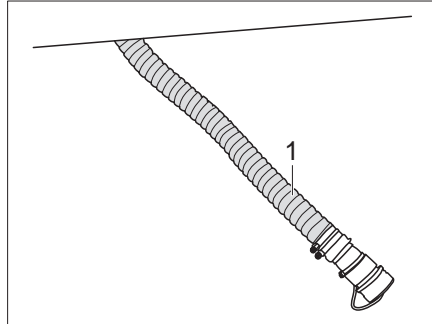

Bild 279 Kassette Zerhackertoilette entleeren
- Entleerungsschlauch (Bild 279,1) unter dem Fahrzeug aushängen und in die Entsorgungsstation leiten.
- Entleerungsschlauch (Bild 279,1) in der Entsorgungsstation lassen.
- Entleerungsschlauch (Bild 279,1) unter dem Fahrzeug verstauen.